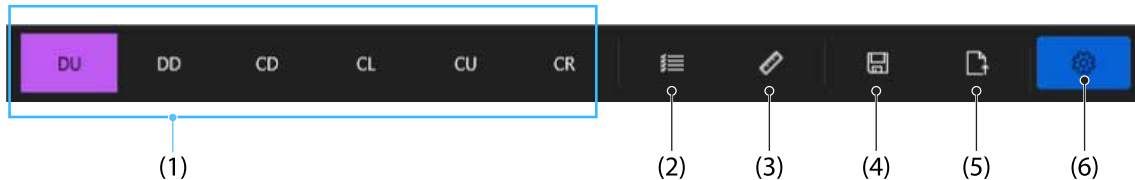

FIG. 6-3 - Accuracy Motion (Barra di comando)
La **Control bar** (vedere FIG. 6-3) consente di effettuare una misurazione semplice selezionando una posizione.
Una misurazione non può essere eseguita senza parametri. Quando un dispositivo è connesso, verrà utilizzato un set di parametri predefiniti, impostati nella scheda parametri. Se nella scheda parametri non sono impostati parametri predefiniti, l'applicazione utilizzerà invece i parametri "incorporati". È possibile visualizzare questi parametri cliccando sul pulsante **Device parameters** (6) situato nella **Control bar** (vedere FIG. 6-3).
Il pulsante **Measurement saving** (4) della **Control bar** (vedere FIG. 6-3) consente di salvare la misurazione appena effettuata.